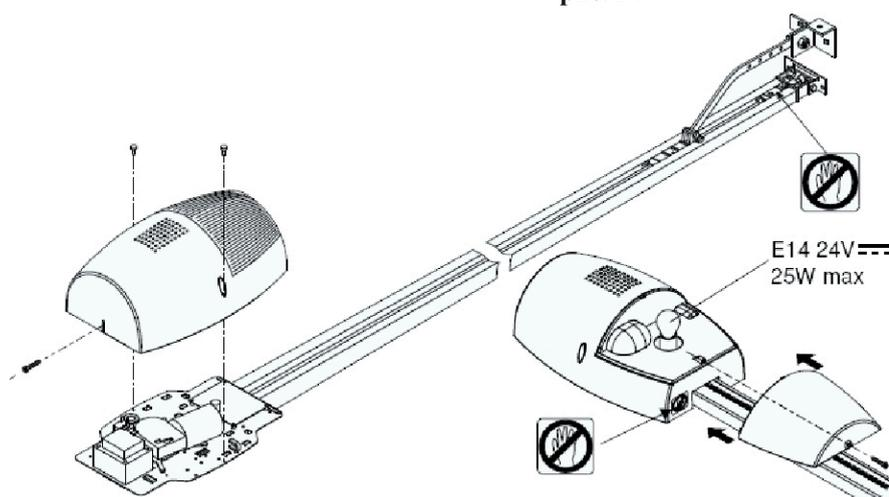

рис. 15
- рядом с опасными местами не забудьте прикрепить наклейки (рис.15).